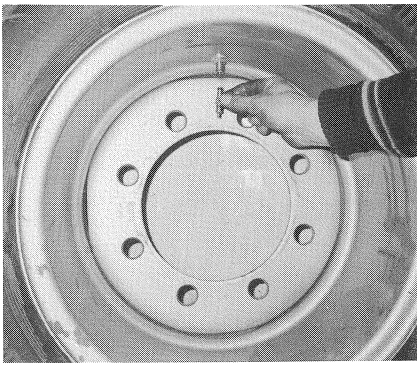

Bild 59
3. Ventileinsatz herausdrehen und Verbindungsmutter eindrehen (Bild 59).
3. Unscrew valve insert and screw-in connecting nut (fig. 59).
3. Dévisser la fourrure de la valve. Visser le raccord de connexion dans la valve (fig. 59).